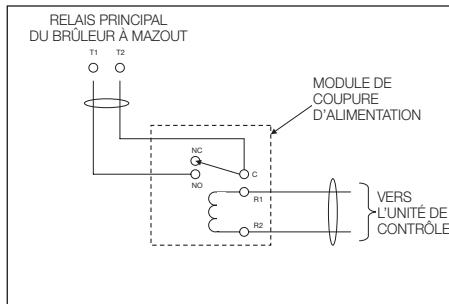

Figure 8
3. En utilisant un câble de thermostat à deux conducteurs (fournis par l'installateur), installer les bornes embrochables à une extrémité du câble et fixer les bornes à l'autre extrémité du câble. Connecter le câble de la borne C (commune) et NO (normalement ouverte) du module de coupure d'alimentation aux bornes TT du relais principal du brûleur à mazout comme indiqué aux **Figures 8 et 9**. Installer le câble de connexion **Figure 15** aux bornes R1 et R2 du module de coupure d'alimentation. Acheminer le câble de connexion vers l'unité de contrôle et insérer l'extrémité du connecteur de verrouillage dans la carte de circuit imprimé.